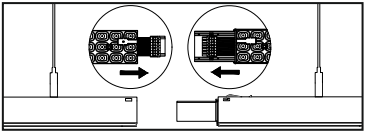

Рис. 3
- 5.12 Осветительные приборы оснащены сквозной проводкой для подключения в линию. Для подключения необходимо сначала соединить электрические разъемы на втором и последующих приборах между собой, а затем соединить сами осветительные приборы (рис. 3), отрегулировав линию по горизонтали.